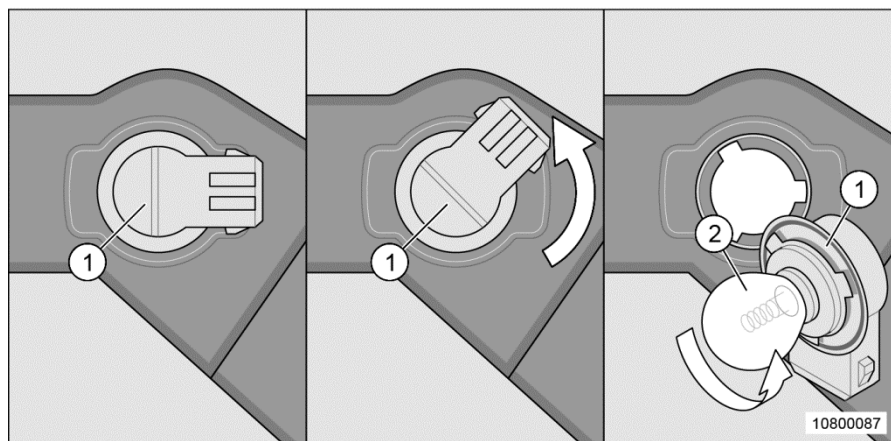

Fig. 180 Remplacement de l'ampoule du clignotant
Si, en remplaçant l'ampoule au niveau de l'éclairage avant (Fig. 180), on travaille avec un outil non approprié ou si le câble est trop sollicité, il y a risque de détérioration.
1. Tourner le culot (Fig. 180/1) dans le sens anti-horaire jusqu'en butée.
2. Retirer prudemment le culot (Fig. 180/1) en veillant à le tenir bien droit.
3. Pousser l'ampoule défectueuse (Fig. 180/2) dans le culot, la tourner dans le sens anti-horaire (fermeture à baïonnette) et la retirer.
4. Insérer la nouvelle ampoule (Fig. 180/2) dans le culot, l'enfoncer et la tourner dans le sens horaire.